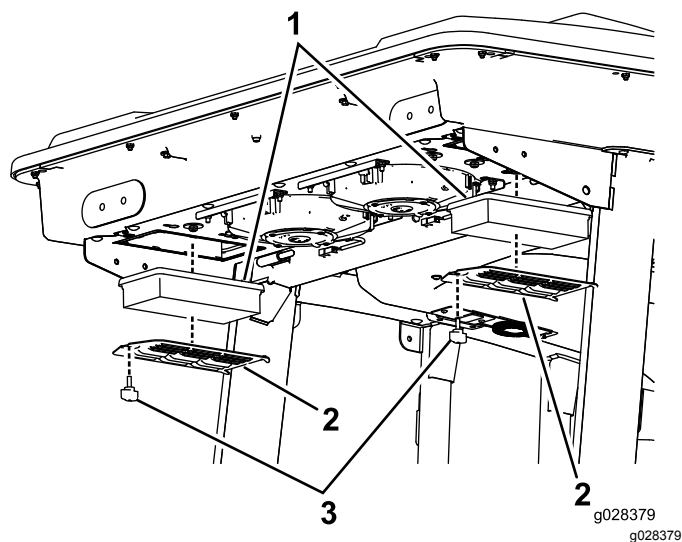
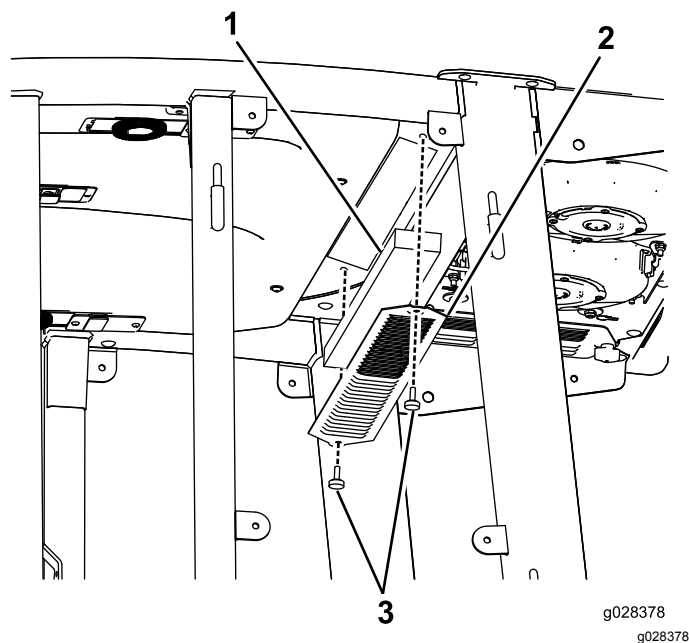

Figura 55
Figura 54
1. Remova os parafusos e as grelhas dos filtros de ar interior e traseiro da cabine (Figura 54 e Figura 55).